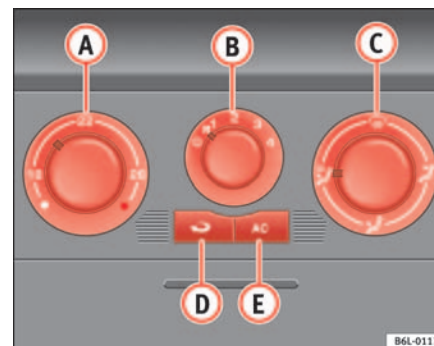

Fig. 89 Mandos del Aire Acondicionado en el tablero de instrumentos
- Con los reguladores $\Rightarrow$ fig. 89 A y C y con el mando B se regula la temperatura, la velocidad del ventilador y la distribución del aire.
- Cierre los difusores ③.
- Abra y oriente los difusores ④ hacia las ventanas laterales.